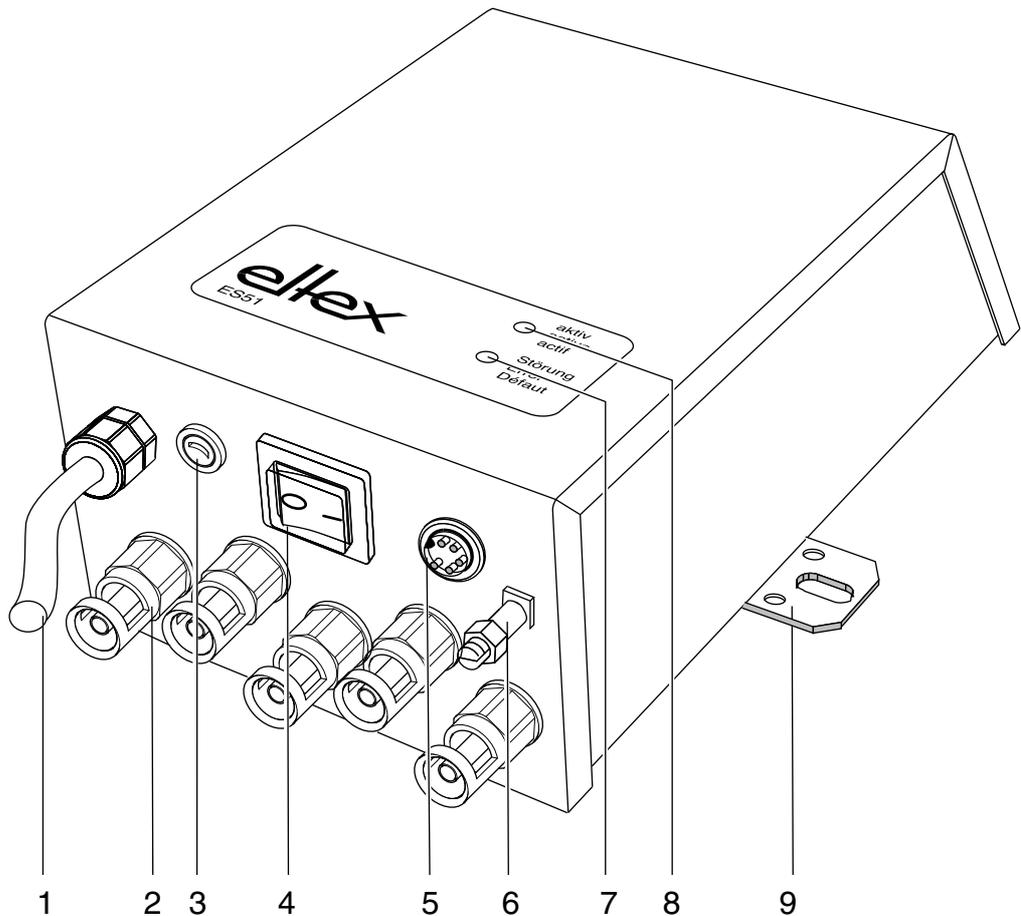

Abb. 1:
- Vor der Inbetriebnahme des Netzgerätes ist darauf zu achten, dass das Gerät über die Erdungsklemme (6, Abb. 1) dauergeerdet ist. Das Erdungskabel sollte einen Mindestquerschnitt von 1,5 mm2 aufweisen (siehe Kapitel 3.2 "Erdung", Seite 10).
Über die Erdungsklemme (6, Abb. 1) muss eine dauerhafte Erdverbindung hergestellt werden. Das Erdungskabel sollte einen Mindestquerschnitt von 1,5 mm2 aufweisen.
Die Versorgungsspannung wird über die Netzanschlussleitung (1, Abb. 1) mit einem Schutzkontaktstecker (je nach Gerätevariante) angeschlossen; Überspannungskategorie II (Ausnahme: Überspannungskategorie III bei Version ES51/S).